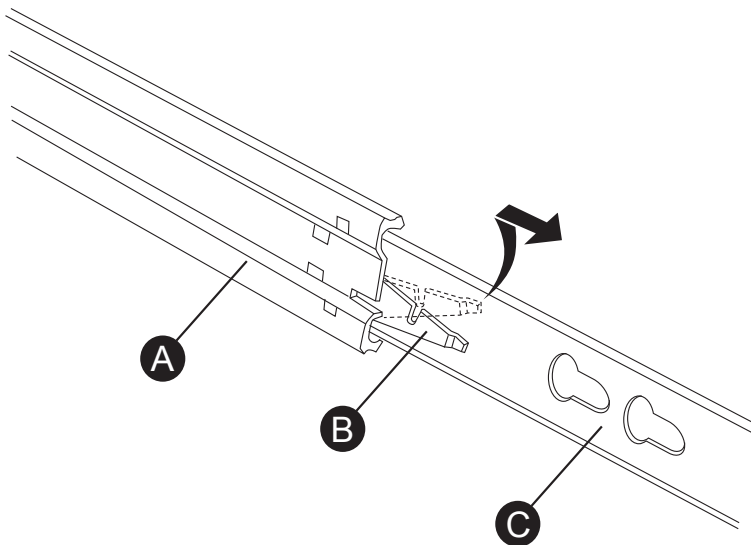

图 25 R525 服务器 内导轨拆解示意图
1. 如图 25 所示，将内导轨从中导轨中拔出。
说明：图 25 中 A 表示中导轨，B 表示内导轨锁扣，C 表示内导轨